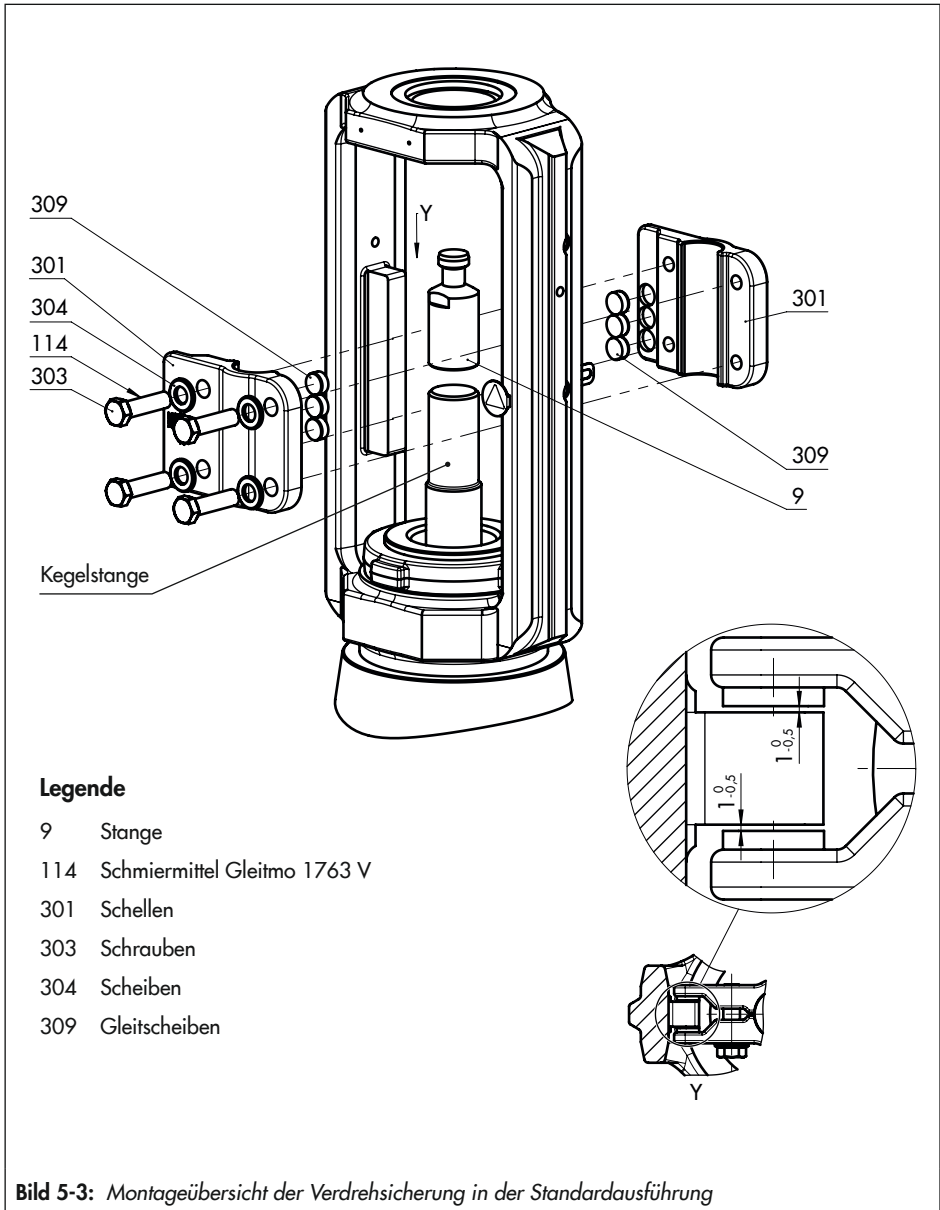

Bild 5-3: Montageübersicht der Verdrehsicherung in der Standardausführung
Vgl. Bild 5-2 und Bild 5-3
- Zwischen den Gleitscheiben und ihrer Auflage am Joch ist ein nomineller Spalt zwischen 0,5 und 1 mm auf jeder Seite (vgl. Detail Y in Bild 5-3).